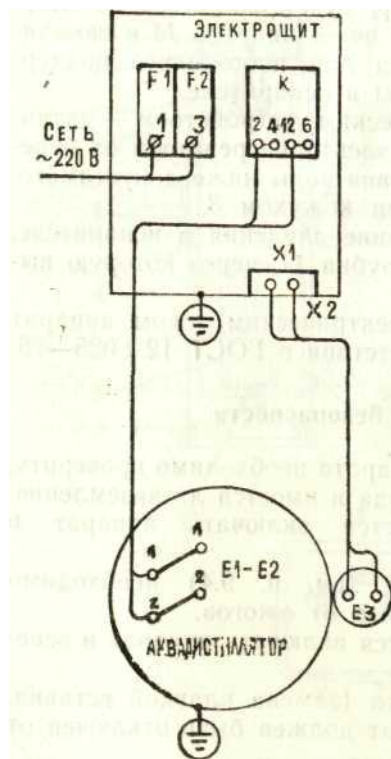

Рис. 2. Схема соединений
7.3. Подведите напряжение 220 В от электросети переменного тока через рубильник или выключатель к зажимным контактам 1 и 3 предохранителей F1 и F2 электрошита 22. Провода подсоединяются в любом порядке (рис. 2 и прилож. 1).
Подключите датчик уровня 5, соединив вилку X2 датчика с розеткой X1 электрошита (см. рис. 2 и прилож. 1).
7.5. Подсоедините подводящий провод электрошита к шпилькам электронагревателей аппарата в соответствии со схемой соединений (см. рис. 2).